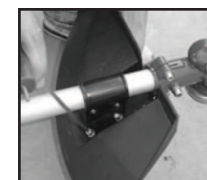

рис.3
6.3.1 Расположите защитный кожух над штангой гибкого вала как показано на рис.3